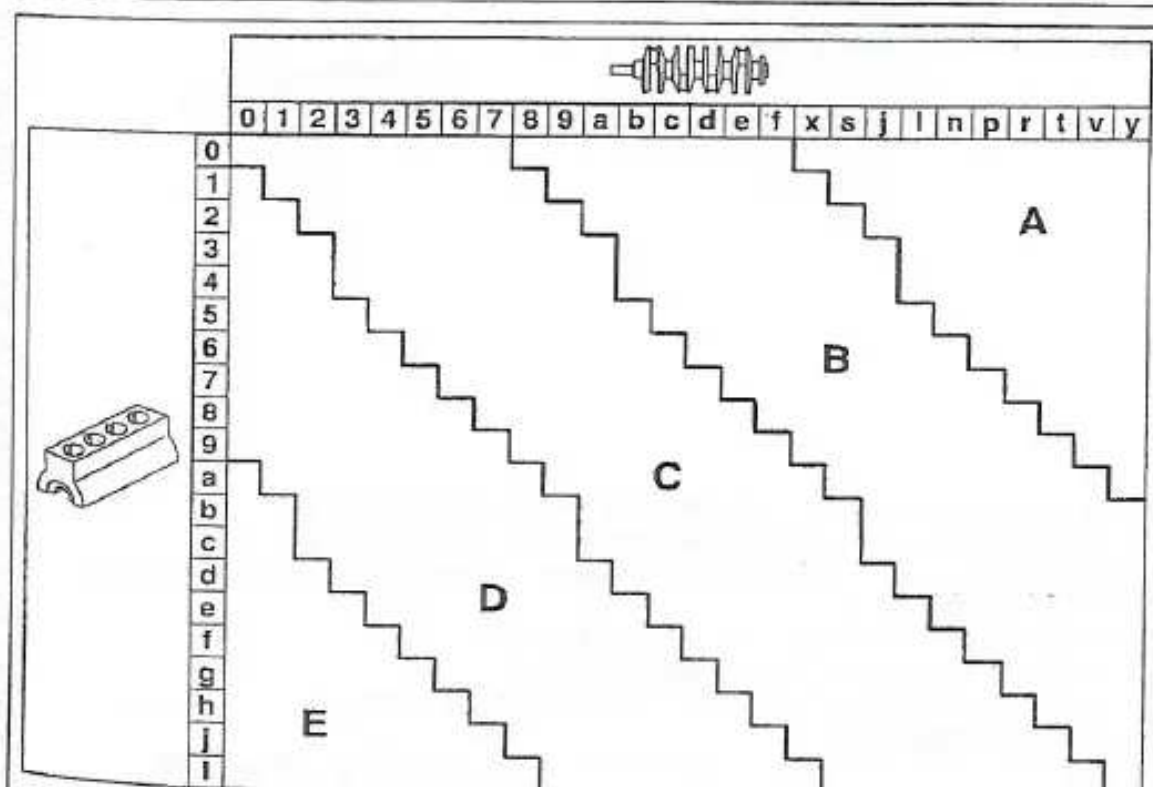

FIGURA 1-33
- Determinar la clase de los cojinetes a montar con las tablas de emparejamiento (figura 1-33).